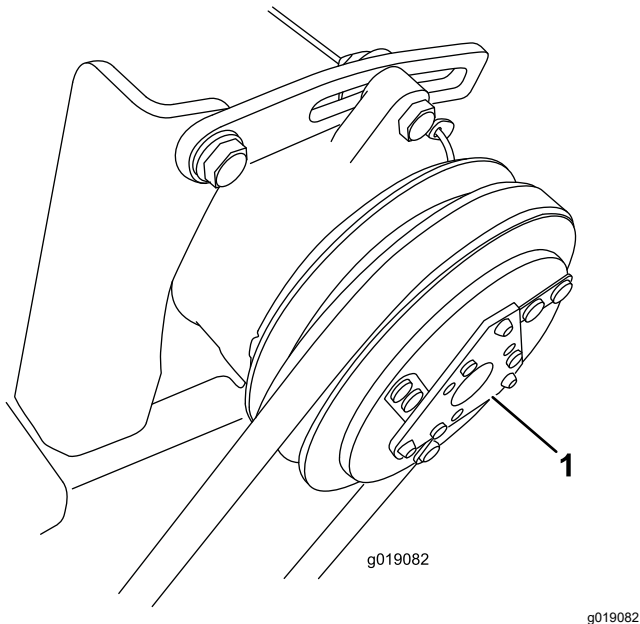

Figure 30
3. À l'arrière de la machine, écoutez si l'embrayage du compresseur (Figure 30) s'engage et de désengage (déclic).